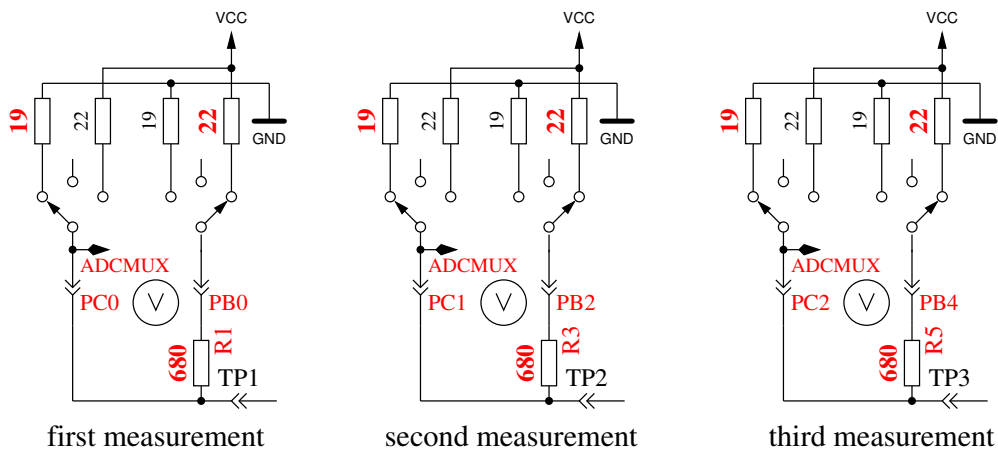

Abbildung 5.37: Messung des Innenwiderstandes von auf GND geschalteten Port C Ausgängen.
5. Dieser Schritt testet die **Fähigkeit von mit GND (-) verbundenen 470kΩ Widerständen (H) die Testpins auf GND zu ziehen**. Zeile 1 zeigt den Text „RH-“. Zeile 2 sollte für alle drei Pinne Null mV anzeigen.
6. Dieser Schritt testet die **Fähigkeit von mit VCC (+) verbundenen 470kΩ Widerständen (H) die Testpins auf VCC zu ziehen**. Zeile 1 zeigt den Text „RH+“. Der bestmögliche mV Wert für die drei Messungen wäre 5001 in Zeile 2. Große Abweichungen vom Idealwert für Schritt 5 und 6 sind Fehler wie Isolations Problem, Flußmittelreste oder beschädigter Port.
7. **Messung des Innenwiderstandes eines auf GND geschalteten Ausganges.** Der Text in der ersten Zeile des LCD ist „Ri.Lo = (mV)“. In der zweiten Zeile des LCDs werden drei Spannungswerte angezeigt. Die internen Port C Widerstände von auf GND (-) geschalteten Ausgängen werden mit dem Strom der nach VCC (+) geschalteten 680Ω Widerstände gemessen, siehe Abbildung 5.37. Es werden nur die drei Pinne des ADC Ports vermessen, die Widerstands-Ports PB0, PB2 und PB4 können nicht ohne Veränderung der Hardware gemessen werden. Es wird angenommen, daß die Port Widerstände von unterschiedlichen Ports nahezu identisch sind. Um die Widerstandswerte zu erhalten, müssen die angezeigten mV Werte durch ungefähr 7 geteilt werden (siehe Schritt 8).